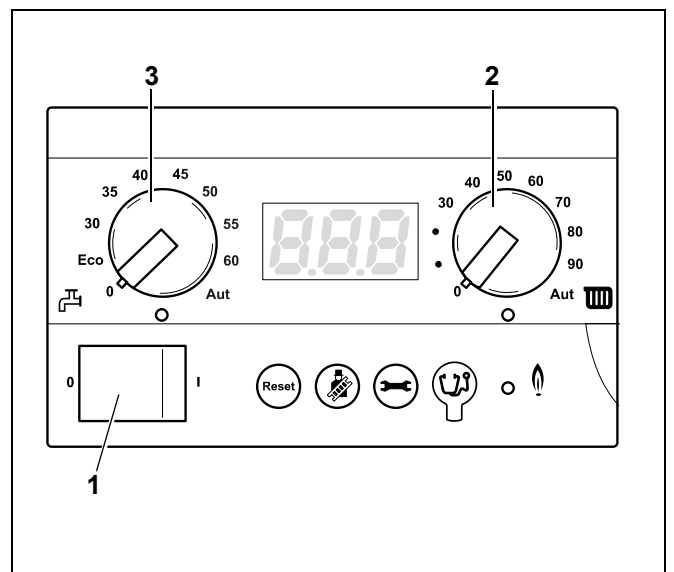

Рис. 17 Главный регулятор BC10
- Снова проверить давление в установке на аналоговом манометре или на дисплее регулятора ВС10 (рис. 17). Если давление ниже 1,0 бар, то вышеописанную процедуру заполнения водой и удаления воздуха необходимо повторять до достижения необходимого давления и удаления всего воздуха из отопительной установки.
- Повернуть обе ручки управления на главном регуляторе BC10 (рис. 17, **поз. 2** und **поз. 3**) в нужное положение (см. главу 4.2.1 и 4.2.2, стр. 13).
- Включить пусковой выключатель (рис. 17, **поз. 1**) на BC10 (позиция "1").
- При помощи ручки управления максимальной температурой котловой воды (рис. 17, **поз. 2**) установить нужную температуру в соответствии с таблицей 1.